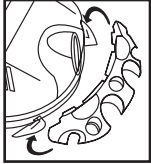

FIGURA 8
8. Con la parte posterior de la unidad mirando hacia usted, tome el porta-herramientas y colóquelo con las lengüetas mirando hacia la parte posterior de la unidad. **FIGURA 8.**
15. Acople uno de los accesorios de limpieza (dependiendo de lo que desee limpiar) a la manguera. Gírelo ligeramente para ajustar la conexión. **FIGURA 8.**